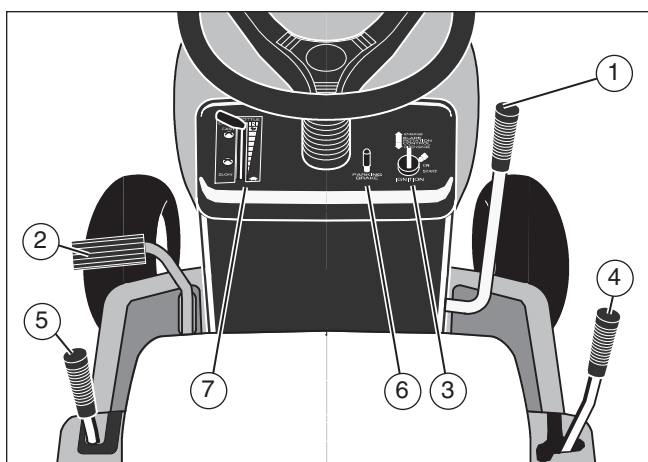

Figure 5
Manette de commande de rotation de la lame (1): elle sert à démarrer et à arrêter la rotation de la lame (Figure 5).
Elle permet d'augmenter ou réduire la vitesse du moteur (7) (Figure 5).
Elle sert à engager la (les) lame(s) (1) (Figure 5).
1. Avant de mettre le moteur, s'assurer que la manette de commande de rotation de la lame (1) soit dans la position DESENGAGE.
2. La placer dans la position (1) ENGAGE afin de permettre la rotation de la (des) lame(s).
1. Appuyer complètement sur la pédale d'embrayage/freinage (2) afin d'arrêter la tondeuse. Garder le pied sur la pédale (**Figure 5**).
2. Placer la manette de contrôle des gaz (7) en position SLOW (ralenti).
3. Pour se déplacer vers l'avant, placer le levier de vitesses (4) à un réglage de vitesse en avant. Pour se déplacer vers l'arrière, placer le levier de vitesses en position contraire.
4. Relâcher lentement la pédale d'embrayage/freinage (2). Ne pas garder le pied sur la pédale.
1. Appuyer complètement sur la pédale d'embrayage/freinage (2) (**Figure 5**).
2. Soulever la manette de frein de stationnement (6).
Pour l'ajuster, réduire ou augmenter le levier de hauteur de coupe (5) comme indiqué (**Figure 5**).
2. Déplacer la commande de rotation de la lame (1) en position DESENGAGE.
3. Déplacer le levier de vitesses (4) vers le point mort (NEUTRAL).
4. Mettre le frein de stationnement (6).